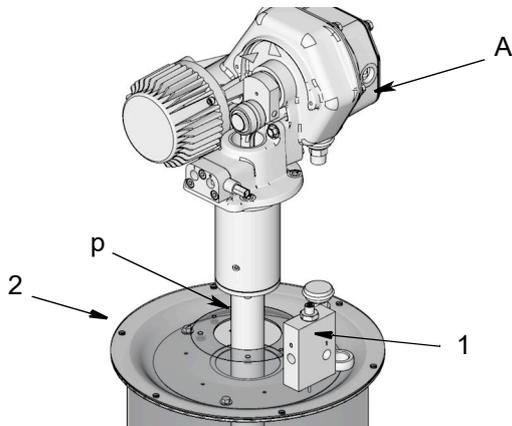

図 10
8. ポンプのダウンチューブ (p) をカバー (e) の中心にある開口部と、ダイヤフラム (2) の中心にある穴に通して取り付けます。図 10 参照。